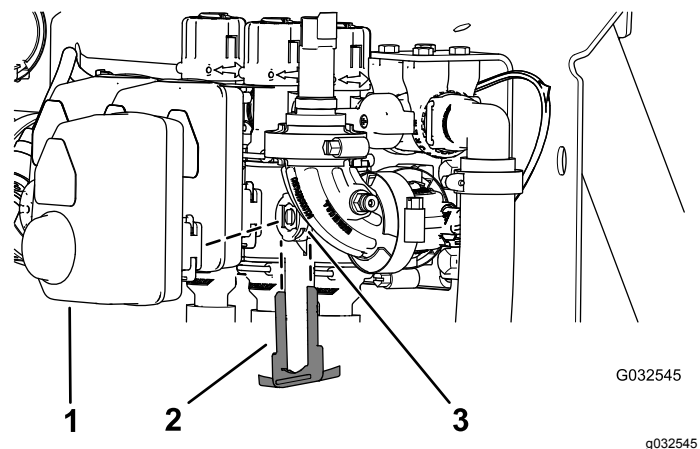

Figura 96
2. Retire la horquilla de retención que sujeta el actuador al distribuidor de la válvula de sección o válvula de agitación (Figura 96).